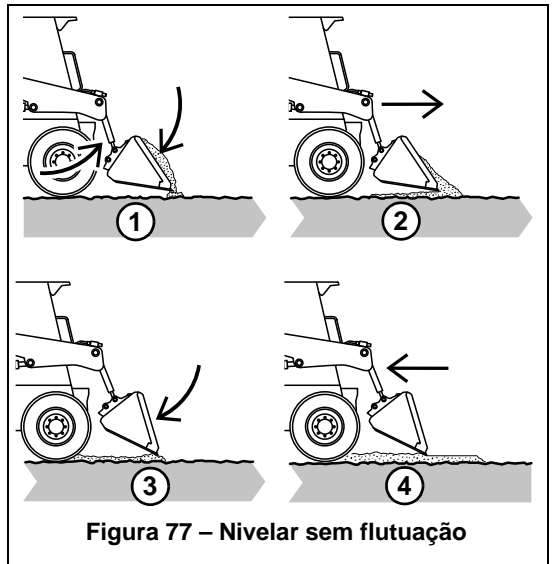

Figura 77 – Nivelar sem flutuação
1. (Figura 77) Levante ligeiramente o balde e incline-o para a frente.